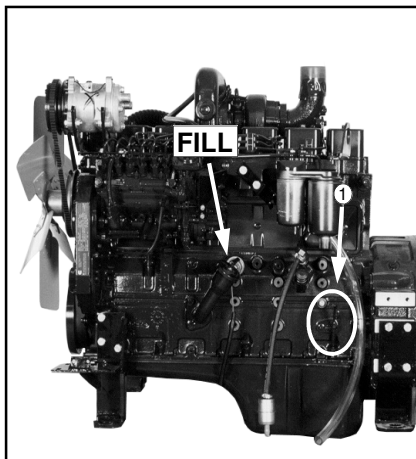

FIG 7.1
**NIVEL DE ACEITE** - El medidor del nivel de aceite del motor se ubica en el lado izquierdo del motor diesel (fig. 7.1, ítem 1). Nunca haga funcionar el motor con la marca de nivel de aceite por debajo de “L” (bajo) o por encima de la marca “H” (alto) . Espere por lo menos cinco minutos luego de apagar el motor para revisar el nivel de aceite; esto le da tiempo al aceite para drenar hacia el depósito de aceite. Revisar el nivel diariamente, cambiarlo anualmente o cada 500 horas.